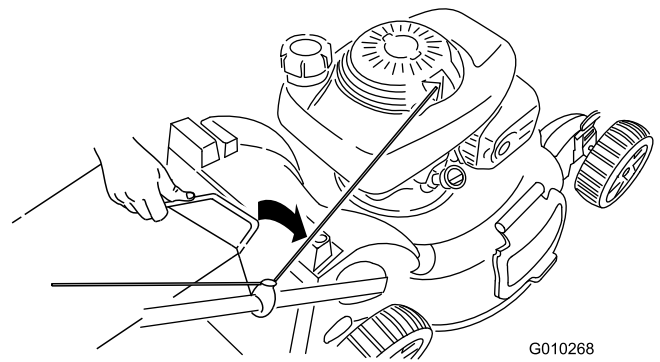

Bild 31
- Setzen Sie den Fangkorbgriff in die Kerben oben an der Maschine ein (Bild 31).